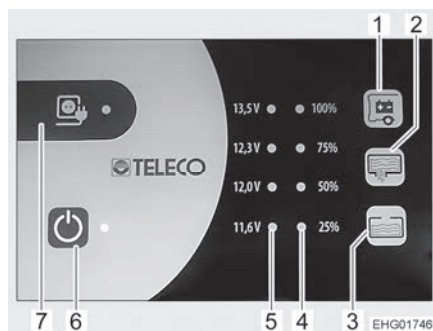

Bild 105 Panel (TP 310) (liknande avbildning)
Den gula lysdioden lyser vid symbolen nätanslutning "⚡" (Bild 105,7) när fordonet är anslutet till en extern nätanslutning. Lysdioden lyser då också med avstängd panel.
- ▷ Av säkerhetsskäl kan huvudbrytare 12 V (Bild 105,6) inte slås på när fordonsmotorn är igång, för att förhindra att panelen används under körning.
Med huvudbrytaren 12 V (Bild 105,6) kopplas panelen och bodelns 12 V-försörjning till eller från.
- Tryck på knappen "⏻" (Bild 105,6): 12 V-försörjningen för bodeln är påslagen. Lysdioden lyser grönt.
- Tryck på knappen "⏻" (Bild 105,6) på nytt: 12 V-försörjningen för bodeln är avstängd. Lysdioden släcks.
Lysdiodskalan (Bild 105,5) visar batterispänningen för bodelsbatteriet enligt följande:
- Tryck ner knapp " (Bild 105,1): Bodelsbatteriets spänning visas.
Lysdiodskalan (Bild 105,4) visar fyllnivån i färskvattentanken eller avloppstanken.
Visa nivå: Tryck ner knapp " (Bild 105,2): Färskvattentankens fyllnadsnivå visas med hjälp av lysdiod.
Tryck ner knapp " (Bild 105,3): Avloppstankens fyllnadsnivå visas med hjälp av lysdiod.